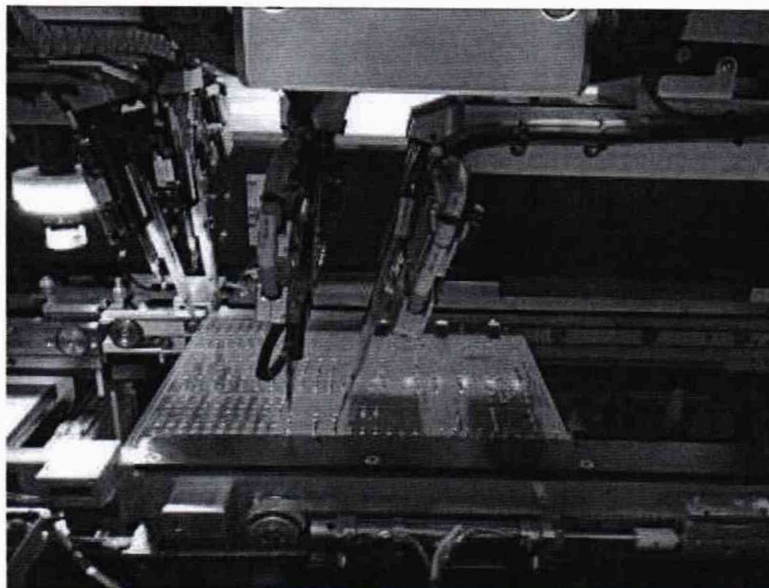

Рисунок 17 – Процесс автоматического измерения электрических параметров системой SPEA 40XX
7.5.3 В окне «Tester Controller» нажать кнопку «Start», тем самым запустив процесс автоматического измерения и генерации файла с результатами измерений параметров электрического сопротивления, емкости и индуктивности компонентов, а так же выходного напряжения постоянного тока платы SP-1 (рисунок 17).